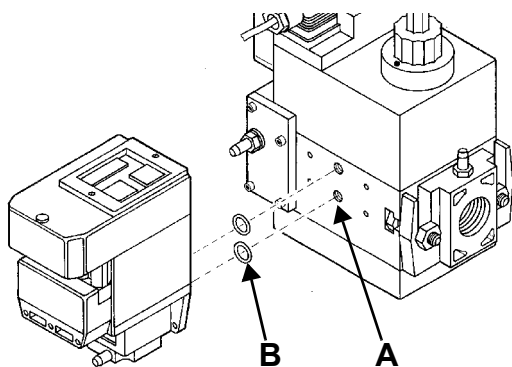
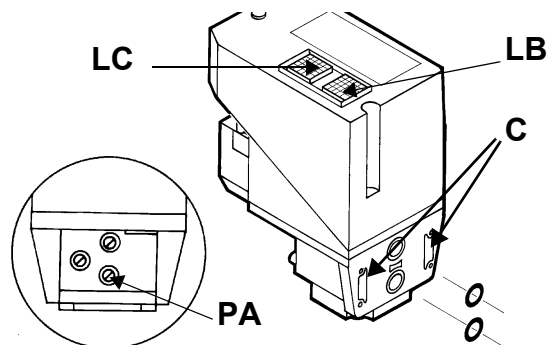

Рис. 19
Рис. 20
- 2). снять крепежные винты группы Multibloc (Рис. 19-A)
3). вставить уплотнительные кольца (10,5x2,25) в VPS 504 (Рис. 20-В, Рис. 19-В)
4). закрутить 4 винта блока контроля герметичности (M4x16) Рис. 19-С.
Для проверки работы, подсоединить манометр к штуцеру для отбора давления **PA** (Рис. 20). Если проверка завершилась положительно, через несколько секунд загорится жёлтая лампочка **LC**. В противном случае загорится красная лампочка блокировки **LB**. Чтобы перезапустить горелку, необходимо разблокировать блок управления нажатием на светящуюся кнопку **LB**.